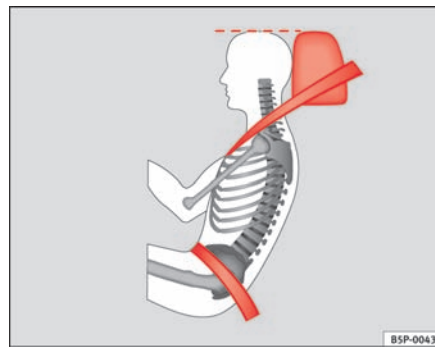

Fig. 13 Korrekt placering af sikkerhedssele og hovedstøtte set fra siden ►
- Sikkerhedsselens hoftedel skal sidde hen over hofterne og aldrig hen over maven. Sikkerhedsselen skal sidde fladt og tæt ind til hofterne ⇒ **side 22, fig. 13.** Stram selv selen lidt, hvis det er nødvendigt.